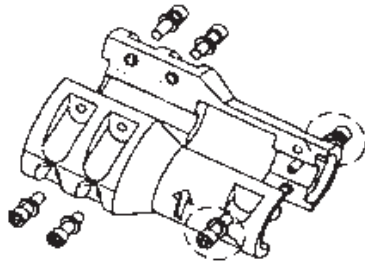

Figura 4: Tornillos de cabeza hueca del acople
7. Apriete muy bien los (2) tornillos de cabeza hueca en la extremidad de la bomba del acople (consulte la Figura 4). Apriete el acople de manera uniforme; asegure que el acople esté simétrico tanto en el eje de la bomba como en el del motor. NO apriete los tornillos de cabeza hueca aún.